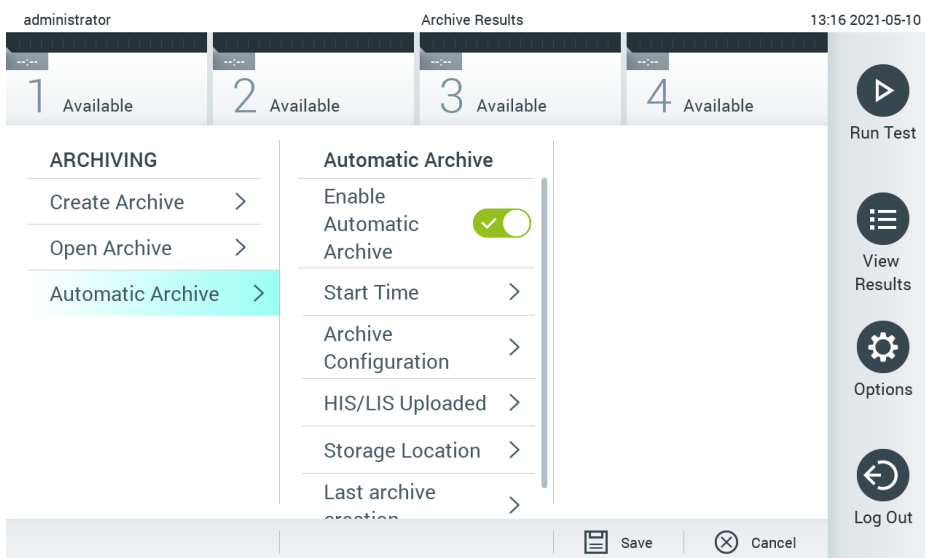

Рис. 58. Параметри автоматичного створення архіву.
2. Натисніть **Automatic Archive** (Автоматичне архівування) і ввімкніть цю функцію (рис. 58).